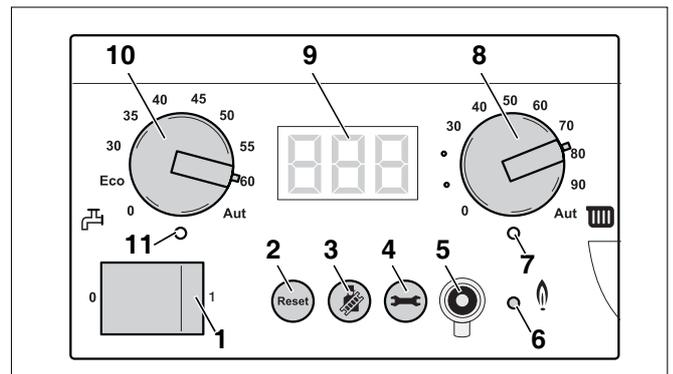

Fig. 69 Regolatore di base BC10
- Mantenere premuto il tasto "Spazzacamino" (fig. 69, **pos. 3**) (per circa due secondi), finché sia visualizzato il punto nella parte inferiore destra del display (fig. 69, **pos. 9**). Vedi tabella 9, „Prova di combustione“, pag. 39.
- Dopo l'accensione del LED "Bruciatore" (fig. 69, **pos. 6**) attendere un minuto, finché la caldaia funzioni a pieno carico.
- Premere il tasto "Spazzacamino" (fig. 69, **pos. 3**) per concludere la misurazione. Vedi tabella 9, "Prova di combustione", pag. 39.